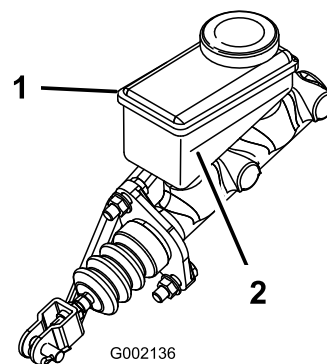

Figure 52
5. Observez le repère de niveau sur le côté du réservoir (Figure 52).
- B. Versez du liquide de frein DOT 3 dans le réservoir jusqu'à ce que le niveau dépasse le repère minimum (Figure 52).